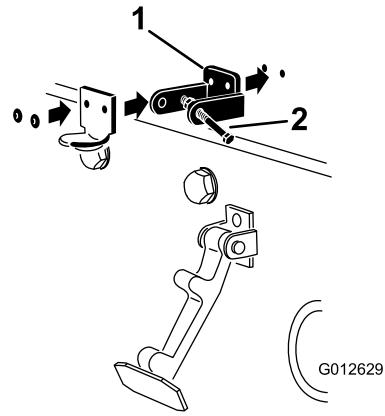

Рисунок 8
4. Совместите монтажные отверстия, поместите стопорный кронштейн стандарта CE и кронштейн защелки капота на капот (Рисунок 8).
6. Приклепайте кронштейны и шайбы к капоту (Рисунок 8).